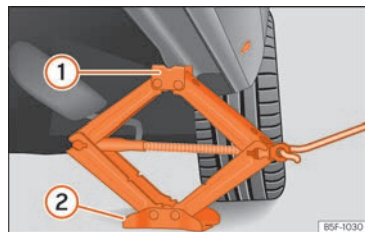

Fig. 198 Larguero: colocación del gato del vehículo.
- Gire la manivela del gato, situado bajo el punto de apoyo del larguero, para elevarlo hasta que la pestaña ① »» fig. 198 quede situada bajo el alojamiento previsto.
- Alinee el gato de modo que la pestaña ① “agarre” en el alojamiento previsto del larguero y la placa base móvil ② quede apoyada en el suelo. La placa base ② debe caer en la vertical respecto al punto de apoyo ①.